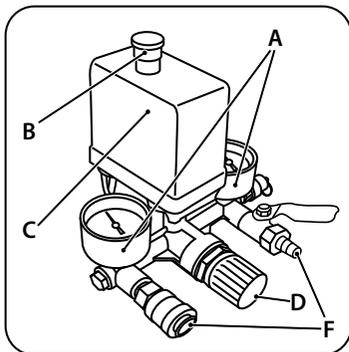

рис. 11
Для запуска проверить, что переключатель реле давления находится в положении «Выкл» («OFF») (рис. 11). Вставить вилку в сетевую розетку или подключить ток плавным выключателем-автоматом (если он имеется) и запустить компрессор при помощи выключателя реле давления, переводя его в положение «Вкл» («ON») (рис. 11).
По истечении времени обкатки закрыть клапан слива конденсата и проверить, чтобы компрессор нагнетал воздух в ресивер и останавливался автоматически по достижении максимального рабочего давления, указанного на индикаторе манометра (A) (рис. 11).
Компрессор работает полностью автоматически при помощи реле давления (C) (рис. 11), останавливающего двигатель по достижении максимального давления и запускающего компрессор при падении давления до минимального установленного уровня (на 2 бара меньше максимального рабочего давления).
Для правильного использования компрессора проверьте оптимальное значение давления для инструмента, которым вы должны пользоваться. При помощи выходного редуктора и манометра расхода выходного воздуха возможна регулировка выходного давления сжатого воздуха. Для выполнения этой операции нужно повернуть вентиль редуктора (D) по часовой стрелке для увеличения давления, а против часовой стрелки — для уменьшения давления. По окончании работы, рекомендуется перевести значение выходного давления на нуль по манометру (A) (рис. 11). Эта операция нужна для предотвращения увеличения погрешности и быстрого износа редуктора.
Подключение пневматического инструмента к компрессору осуществляется с помощью выходного быстросъемного штуцера (F) (рис. 11).